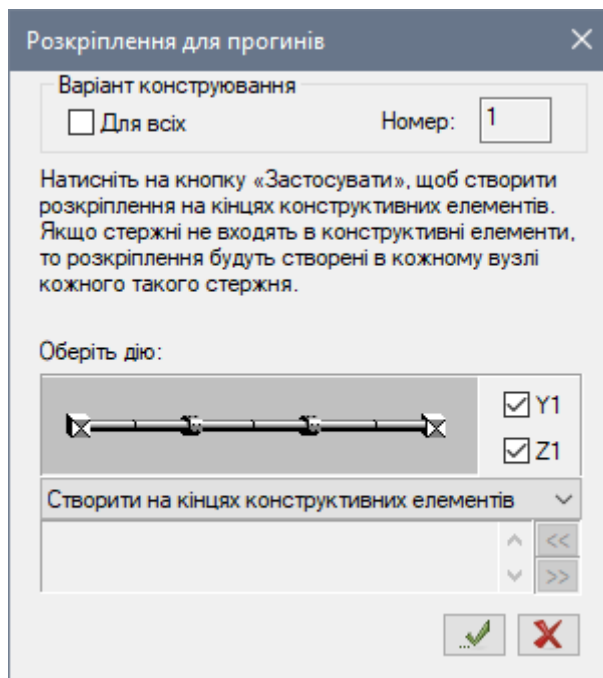

Рис. 12.28. Діалогове вікно **Розкріплення для прогинів**
- Натиснувши на кнопку  – **Розкріплення для прогинів** (панель **Конструювання** на вкладці **Створення та редагування**) відкрийте діалогове вікно **Розкріплення для прогинів** (рис. 12.28).